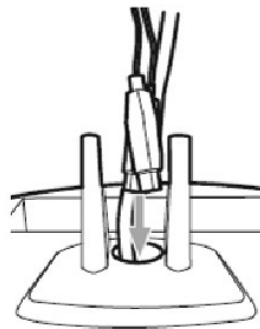

Рис. 34
2. Проведите силовую кабель снизу крепления через центральное отверстие базы. Проведите соединительный кабель датчика сверху через базу и крепление (Рисунок 34).